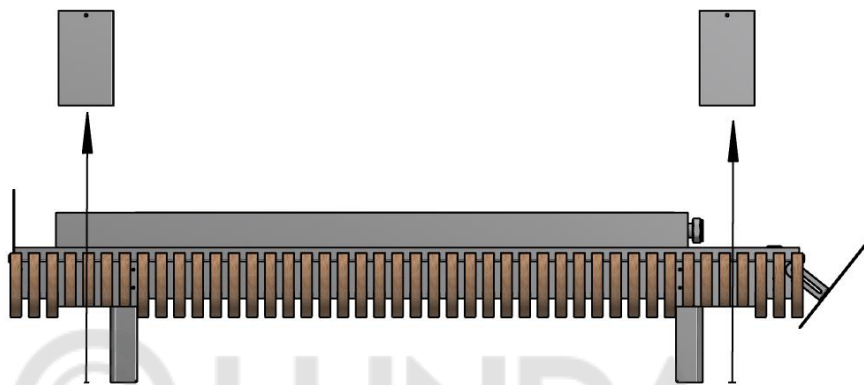

Рисунок 4
5) Извлеките занавесы из окон в нижней части корпуса, как показано на рис. 4.